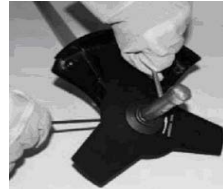

Рисунок 5
- утримуючи стопорний стрижень однією рукою, надійно затягніть гайку трубчастим ключем (з набору інструментів), повертаючи її проти годинникової стрілки з боку вихідного валу редуктора (рис.5).